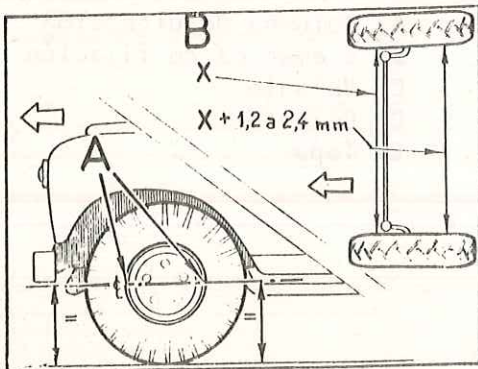

Fig. G-7 Convergencia de las ruedas delanteras
- 1.2. Medir la convergencia (Fig. G-7) con un equipo adecuado, debiendo quedar comprendida entre 1,2 y 2,4 mm.